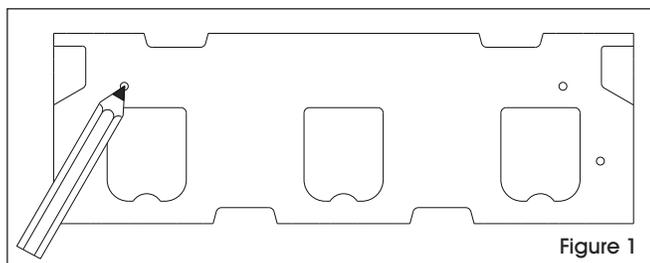

Figure 1
1. Repérez les montants et alignez la plaque de montage. Mettez-la à niveau avec le niveau à bulle et marquez l'emplacement des trous en vous servant de la plaque. (Voir Figure 1)